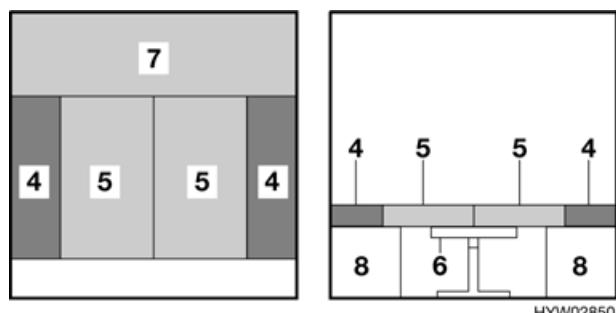

Fig. 41 Dopo la trasformazione
- Collegare i cuscini dello schienale (Fig. 41,4) sulla parete esterna. Rispettare la forma cuneiforme.
- Premere entrambi i cuscini del divano (Fig. 41,5) fra i cuscini dello schienale.